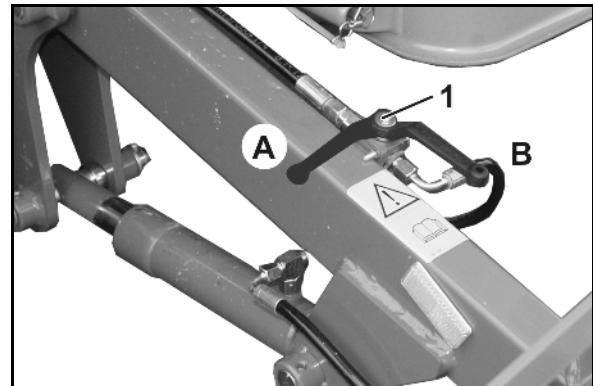

Рис. 99
7. Установите рычаг селектора (Рис. 99/1) в положение **A**.
4. При помощи гидравлики разложите загрузочный шнек (Рис. 99/2).
6. При помощи гидравлики приведите в действие загрузочный шнек (Рис. 99/1).
8. При помощи гидравлики сложите загрузочный шнек (Рис. 99/2).